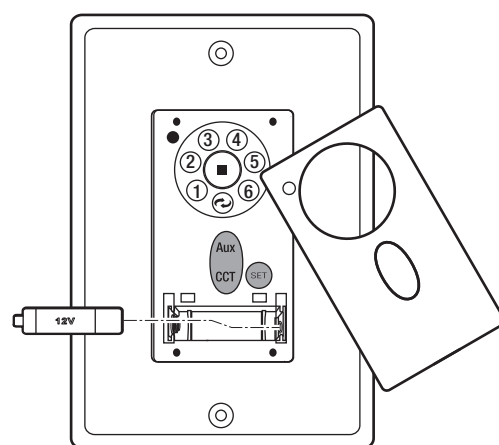

Figure 20
Retirez le panneau de l'émetteur, puis installez une batterie 23A/12V (incluse). Pour éviter d'endommager l'émetteur, retirez la batterie si elle n'est pas utilisée pendant de longues périodes. (Fig. 20)
3. Dans les 30 secondes suivant la mise sous 3. Dans les 30 secondes suivant la mise sous tension, appuyez et relâchez le bouton "SET" pendant cinq secondes pour accéder à la fonction d'apprentissage. Le voyant vers le bas de votre ventilateur, le cas échéant, clignotera deux fois et le ventilateur commencera automatiquement à fonctionner et commencera à tourner dans le sens inverse des aiguilles d'une montre et au régime le plus élevé pendant 1 minute. Lorsque la rotation dans le sens inverse des aiguilles d'une montre est terminée, le ventilateur s'inversera automatiquement dans le sens des aiguilles d'une montre au régime le plus élevé pendant 1 minute. Le ventilateur s'éteindra une fois le test d'auto-étalonnage terminé. Le test total d'auto-étalonnage durera environ 2 minutes. (Fig. 20)